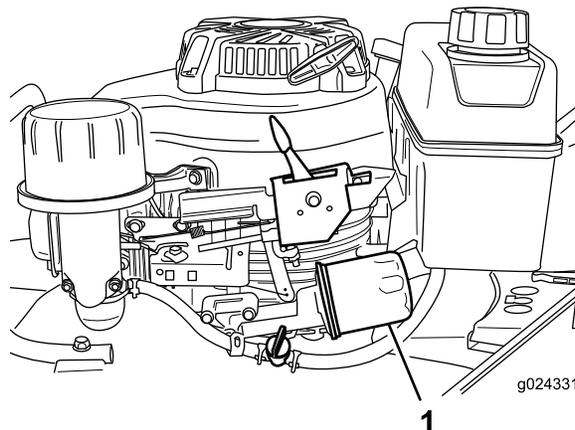

Figura 25
6. Coloque um pano por baixo do filtro do óleo (Figura 25) para absorver qualquer óleo que possa cair quando remover o filtro.